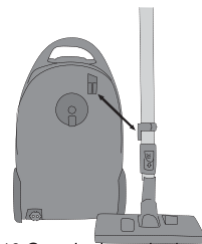

Figura 10 Guardar la aspiradora
3. Coloque la aspiradora en posición vertical. La aspiradora trae por debajo, junto a la rueda frontal, una abertura para introducir el elemento donde se fijan los accesorios (véase la figura 10). Introduzca la parte inferior del accesorio en la abertura. Así podrá guardar fácilmente la aspiradora y volverla a utilizar sin tener que desensamblar las partes.